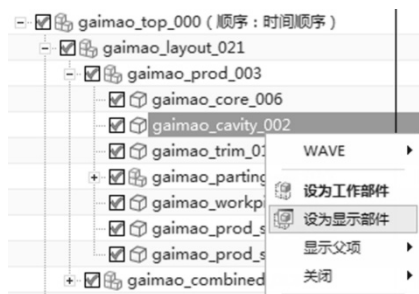

图 4-11 选取“设为显示部件”命令
(22) 在横向菜单中选取“窗口”选项，选取“gaimao_top_000.prt”，打开 gaimao_top_000.prt。
(23) 在“部件导航器”中选取 gaimao_cavity_002，单击鼠标右键，选取“设为显示部件”命令，如图 4-11 所示。